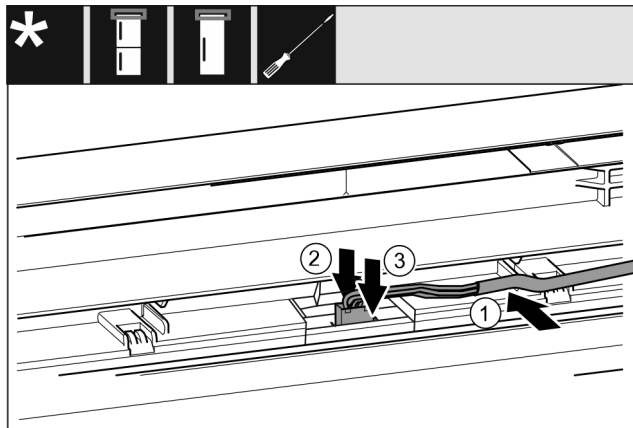

Fig. 39 Réfrigérateurs-congérateurs / congérateurs / réfrigérateurs
- Insérer le câble Fig. 39 (1) dans le guide de la porte supérieure.
- Pousser l'ergot Fig. 39 (2) vers l'arrière.
- Enclencher le connecteur Fig. 39 (3).